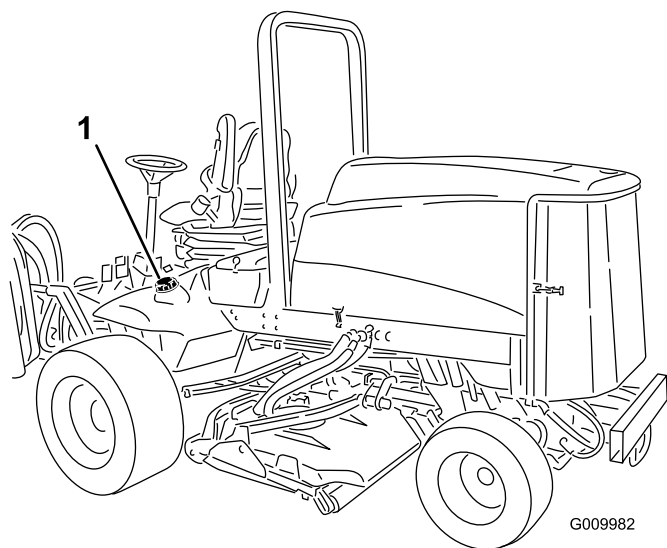

**Figure 18**
1. Enlevez le bouchon du réservoir de carburant (Figure 18).